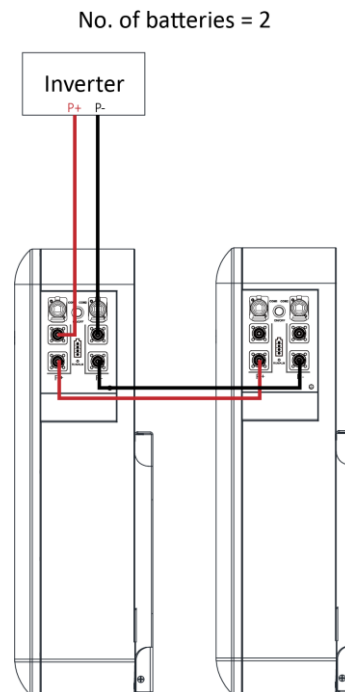

Abbildung 13. Anschließen der Stromkabel (Batteries=2)
- a. Wenn die Wechselrichterleistung $\leq 10 \text{ kW}$ ist und mehrere Batterien parallel verwendet werden, schließen Sie das Stromkabel gemäß Abbildung 13~15 an.